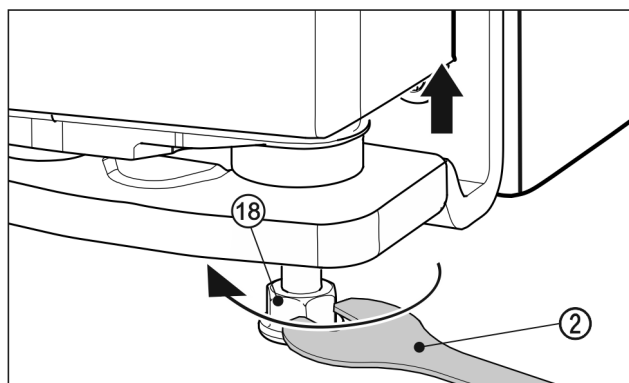

Fig. 26
- Izskrūvējiet kājiņu Fig. 26 (18) ar klātpievienoto uzgriežņatslēgu Fig. 26 (2) uz labo pusi, lai paceltu durvis, līdz kājiņa saskaras ar grīdu. Turpiniet tad griezt, līdz ir noregulēts durvju augstums. Piegādes stāvoklī gultņa balsts ir pilnīgi ieskrūvēts.